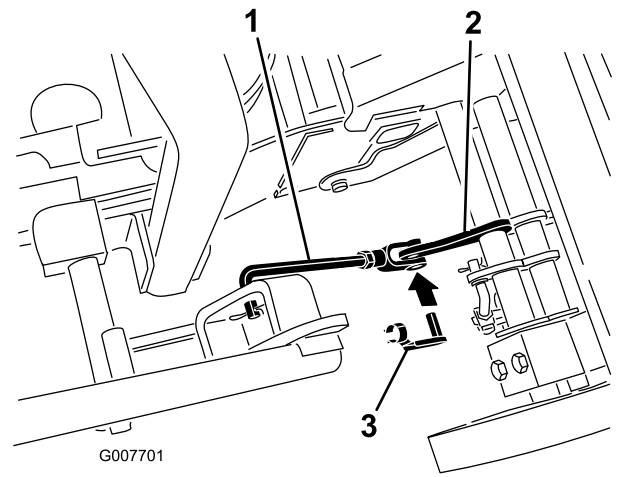

Figure 9
- Montez la biellette sur le système de ramassage avec un ressort d'axe de chape (Figure 9).